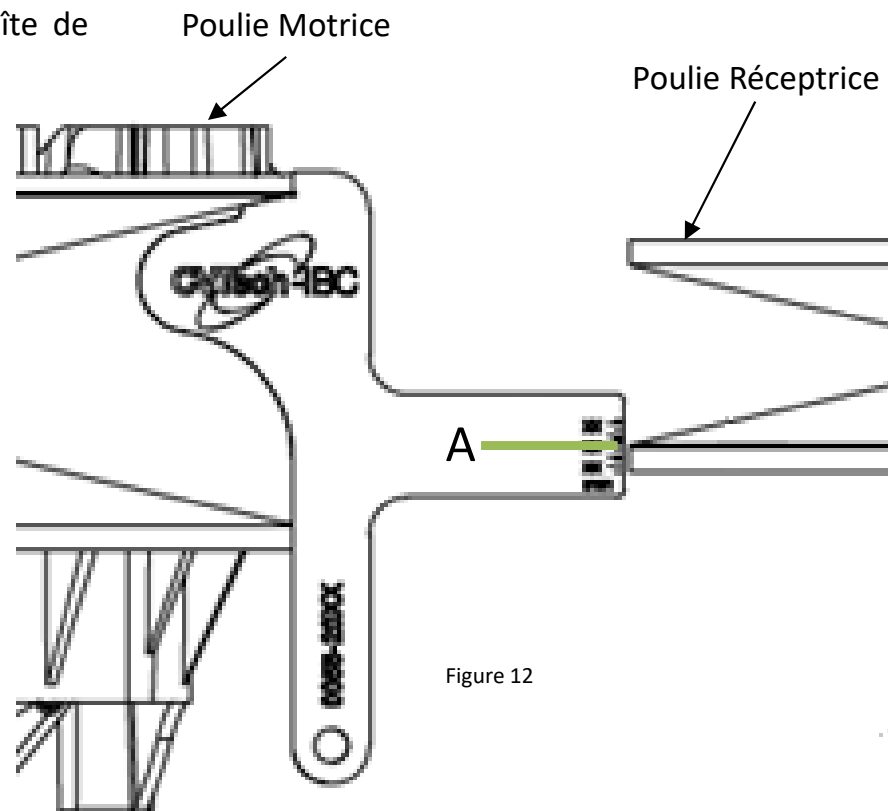

Figure 12
- Une fois l'installation terminée, vérifiez l'alignement entre les poulies avec l'outil d'alignement. Assurez-vous d'obtenir la cote A (figure 12) et le numéro de pièce de l'outil d'alignement approprié (reportez-vous au manuel du propriétaire pour les deux).